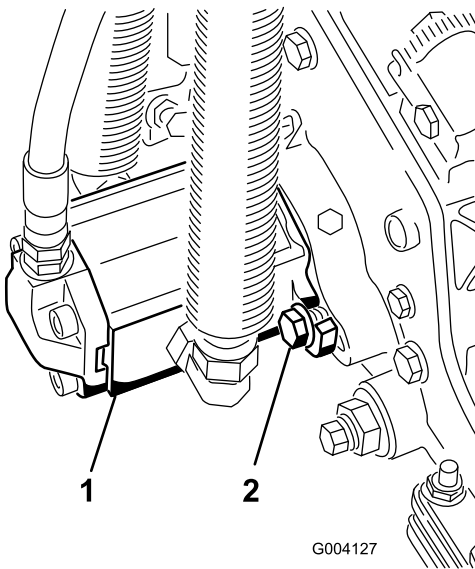

Figura 20
10. Instale el motor girándolo en el sentido de las agujas del reloj de modo que las bridas del motor no choquen con los tornillos de caperuza (Figura 20). Gire el motor en el sentido contrario a las agujas del reloj hasta que las bridas rodeen los tornillos de caperuza, luego apriete los tornillos de caperuza.